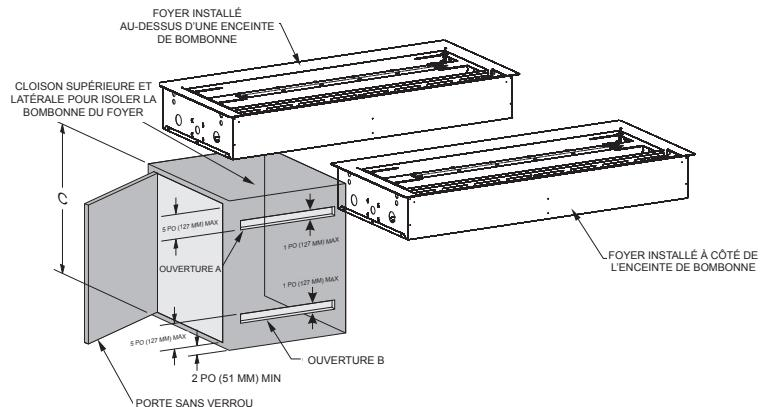

Figure 19
5. Si l'installation comprend le remisage du réservoir de Gaz Propane sous le foyer, utiliser l'ensemble de ventilation BRB en option ou se reporter aux exigences pour le remisage de la bomonne de Gaz Propane aux pages 15 et 16. **Voir Figure 19.**